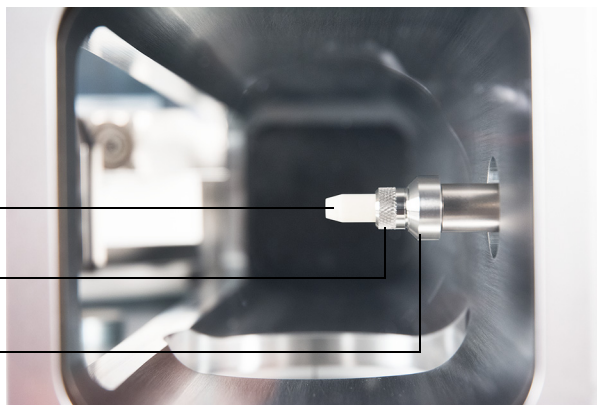

图 18 接口端密封垫
- 1 检查已安装 CI 离子源、EI XTR 离子源或 HES。安装了 EI SS 或惰性源时不能安装此尖端密封垫及其弹簧。（请参阅图 18。）